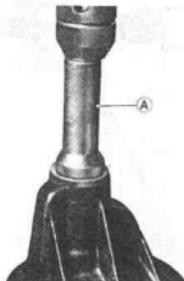

图 13-22
(1) 用金属清洗剂将主减速器壳内部型腔、主动齿轮、从动齿轮、调整垫片、轴承、油封等零部件清洗干净，去除油污、异物等，如有毛刺，硬物等可用砂纸或铁刷子将其擦磨干净。
(2) 把两个圆锥滚子轴承装到主动齿轮上时，必须使用压力机，外环压入主减速器壳体上的轴承座孔内，内环压到主动齿轮上。压装前轴承外环时，使用专用工具 A，见图 13-22；压装后轴承外环时，